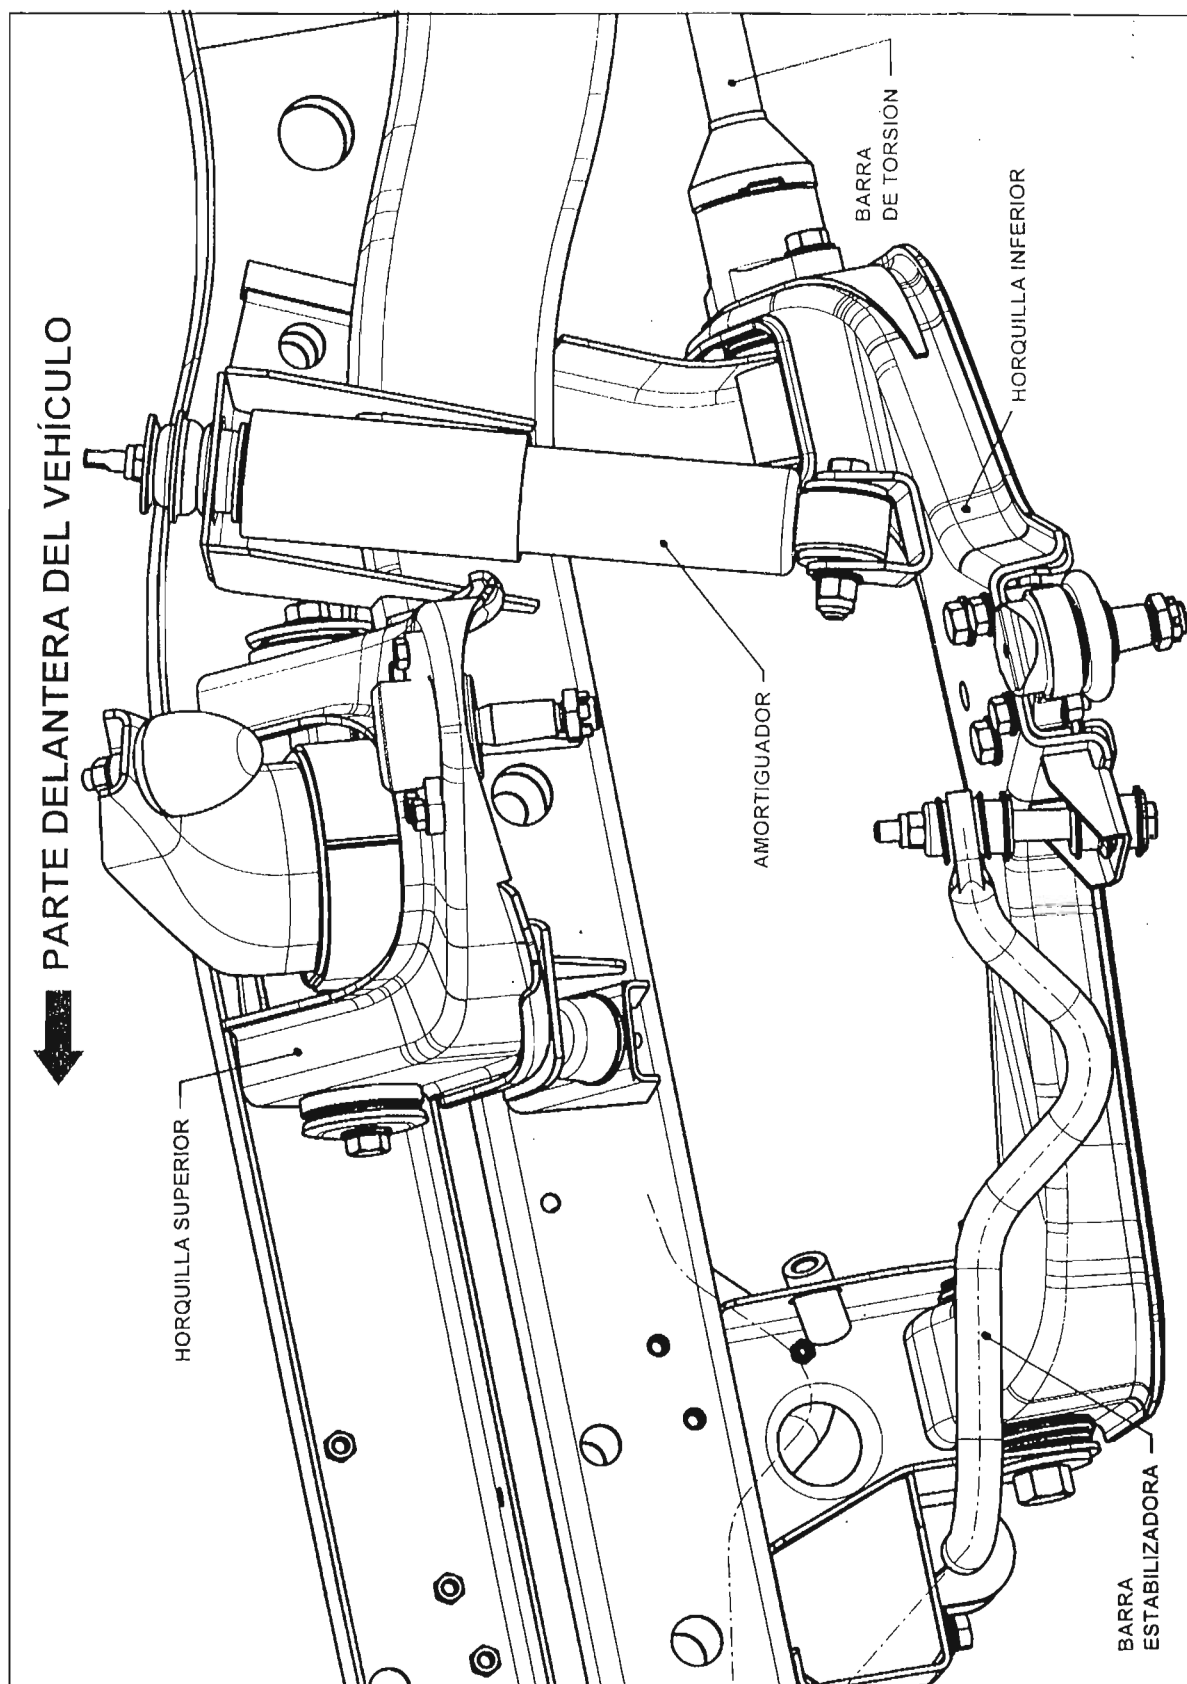

Fig.1 – Suspensión delantera independiente
1. DETALLES DE CONSTRUCCIÓN (Fig.1)